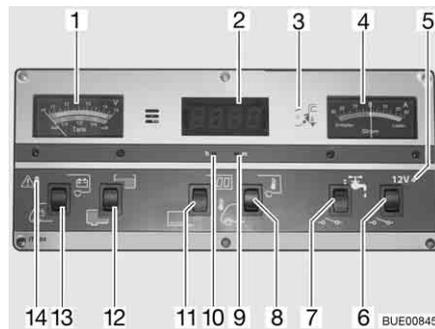

Bild 155 Panel IT 994
Beim Anzeigeeinstrument V/Tank (Bild 155,1) die obere Skala beachten. Das Anzeigeeinstrument wird automatisch beleuchtet, sobald ein Schalter gedrückt wird.
- Wippschalter (Bild 155,13) unten drücken: Die Batteriespannung der Starterbatterie wird angezeigt.
- Wippschalter (Bild 155,13) oben drücken: Die Batteriespannung der Wohnraumbatterie wird angezeigt.
Beim Anzeigeeinstrument V/Tank (Bild 155,1) die untere Skala beachten. Das Anzeigeeinstrument wird automatisch beleuchtet, sobald ein Schalter gedrückt wird.
- Wippschalter (Bild 155,12) oben drücken: Die Wassermenge wird angezeigt.
- Wippschalter (Bild 155,12) unten drücken: Die Abwassermenge wird angezeigt.
Die rote Warnleuchte ALARM (Bild 155,14) blinkt, sobald die Spannung der Wohnraumbatterie 11 V (Messung im laufenden Betrieb) unterschreitet und damit Tiefentladung droht.
- Wippschalter (Bild 155,11) oben drücken: Digitaluhr-Anzeige ist eingeschaltet. Temperaturanzeige ist betriebsbereit.
- Wippschalter (Bild 155,11) unten drücken: Digitaluhr-Anzeige und Temperaturanzeige sind ausgeschaltet.
- Mit einem dünnen Gegenstand, z. B. Kugelschreibermine, in die Öffnung für die Stundenanzeige (Bild 155,10) drücken, bis die gewünschte Stundenzahl angezeigt wird.
- Mit einem dünnen Gegenstand, z. B. Kugelschreibermine, in die Öffnung für die Minutenanzeige (Bild 155,9) drücken, bis die gewünschte Minutenzahl angezeigt wird.
- Wippschalter (Bild 155,8) oben drücken: Die Innentemperatur wird angezeigt.
- Wippschalter (Bild 155,8) unten drücken: Die Außentemperatur wird angezeigt.
Am Anzeigeeinstrument Strom (Bild 155,4) wird ständig der aktuell fließende Batteriestrom angezeigt. Das Anzeigeeinstrument wird automatisch beleuchtet, sobald ein Schalter gedrückt wird.
Der 12-V-Hauptschalter (Bild 155,6) schaltet das Panel und die 12-V-Versorgung des Wohnraums ein und aus.
Einschalten: ■ Wippschalter (Bild 155,6) oben drücken: Die 12-V-Versorgung des Wohnraums ist eingeschaltet. Die Kontroll-Leuchte (Bild 155,5) leuchtet grün.
Ausschalten: ■ Wippschalter (Bild 155,6) unten drücken: Die 12-V-Versorgung des Wohnraums ist ausgeschaltet. Die Kontroll-Leuchte (Bild 155,5) erlischt.
Die 12-V-Kontroll-Leuchte (Bild 155,5) leuchtet, wenn der 12-V-Hauptschalter (Bild 155,6) eingeschaltet ist.
Die gelbe 230-V-Kontroll-Leuchte (Bild 155,3) leuchtet, wenn am Eingang des Elektroblocks Netzspannung vorhanden ist.
Einschalten: ■ Wippschalter (Bild 155,7) oben drücken: Die Wasserversorgung ist eingeschaltet.
Ausschalten: ■ Wippschalter (Bild 155,7) unten drücken: Die Wasserversorgung ist ausgeschaltet.